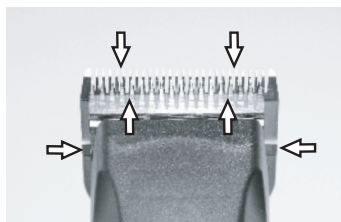

Fig. 24
For at opnå gode klipperesultater og forlænge klipperens holdbarhed er det nødvendigt at påføre et tyndt olielag mellem det øverste og nederste blad (fig. 24).
- ▶ Smør bladene tilstrækkeligt under klipningen (mindst hvert 15. minut), så de ikke bliver tørre (fig. 24).
Bladene skal smøre før, under og efter hver anvendelse. Når bladene på skærehovedet efterlader striber, betyder det, at de skal smøres igen. Påfør nogle få oliedråber foran og lateralt på klippebladene (se pile i fig. 24). Tør overskydende olie væk med en blød, tør klud. Smøringssprays sørger ikke for tilstrækkelig smøring, men har en kølende effekt på bladene. Udskift øjeblikkeligt beskadigede eller kærvede blad for at undgå skader.